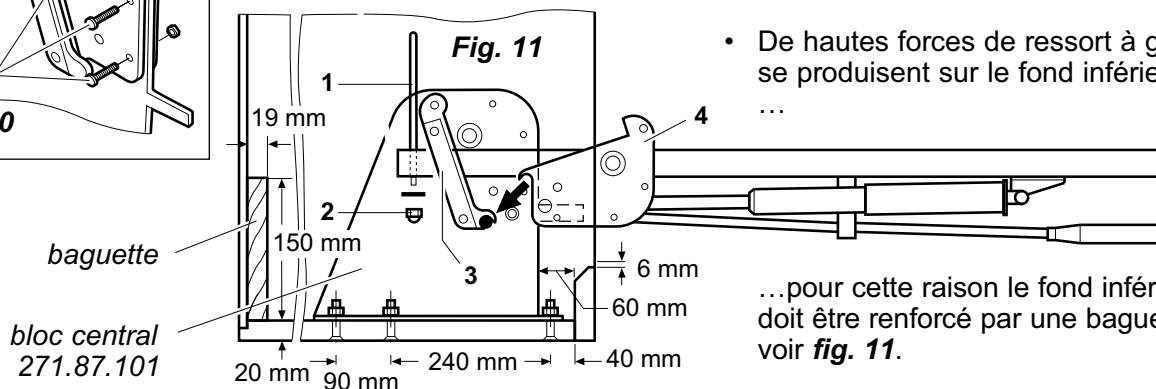

Fig. 11
- Pour lits doubles, le bloc central est fixé sur le fond inférieur avec 6 vis à tête fraisée M10 x 40 mm, voir **fig. 11**.
...pour cette raison le fond inférieur doit être renforcé par une baguette, voir **fig. 11**.